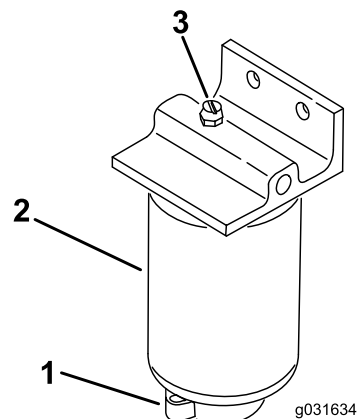

图 49
2. 松开滤清器底部的排油阀图 49。
1. 清洁滤清器的安装区域 图 49。